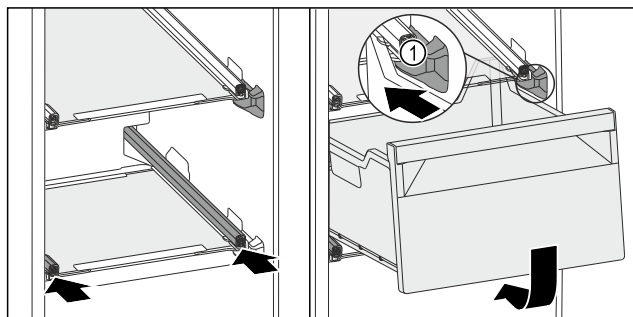

Fig. 138
- ▶ Прокарайте чекмеджето около ограничителите Fig. 138 (1).